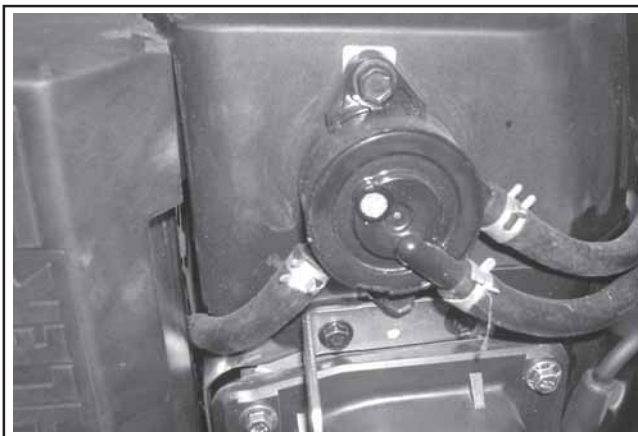

Figure 9-12. Éléments de la pompe à carburant par impulsions.
1. Débrancher les canalisations de carburant au niveau du carburateur et du filtre à huile sur canalisation. Voir la Figure 9-12.
3. Retirer les deux vis de montage hexagonales à brides du carter du ventilateur et retirer la pompe à carburant et les canalisations ensemble. Voir la Figure 9-12.